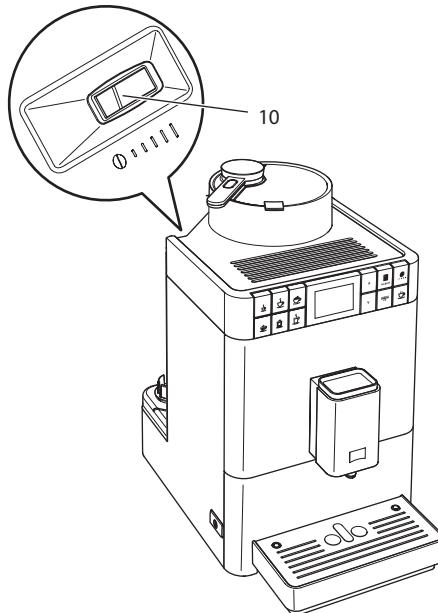

Рис. 18: Рычаг настройки тонкости помола
2. Переместите рычаг влево или вправо, как показано на Рис. 18.